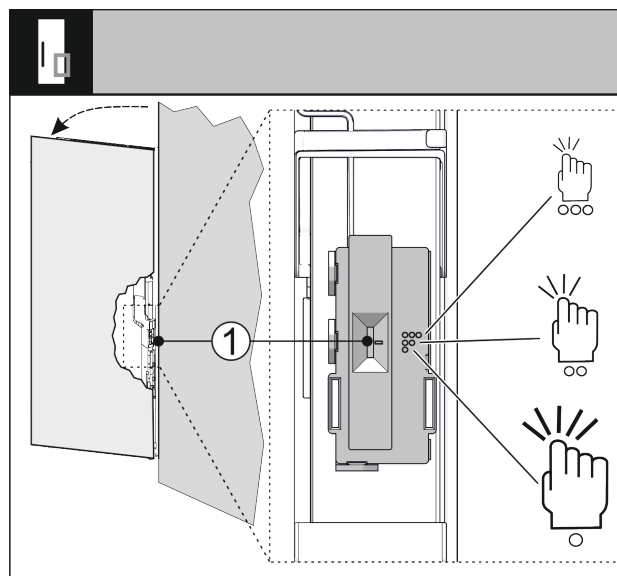

Fig. 32
Si può regolare la sensibilità del sensore di battito in testa mediante un interruttore Fig. 32 (1). L'interruttore è, lato cerniera, sulla terza sezione inferiore della porta.
- ▶ Spostare l'interruttore Fig. 32 (1) nella posizione dell'interruttore desiderata.